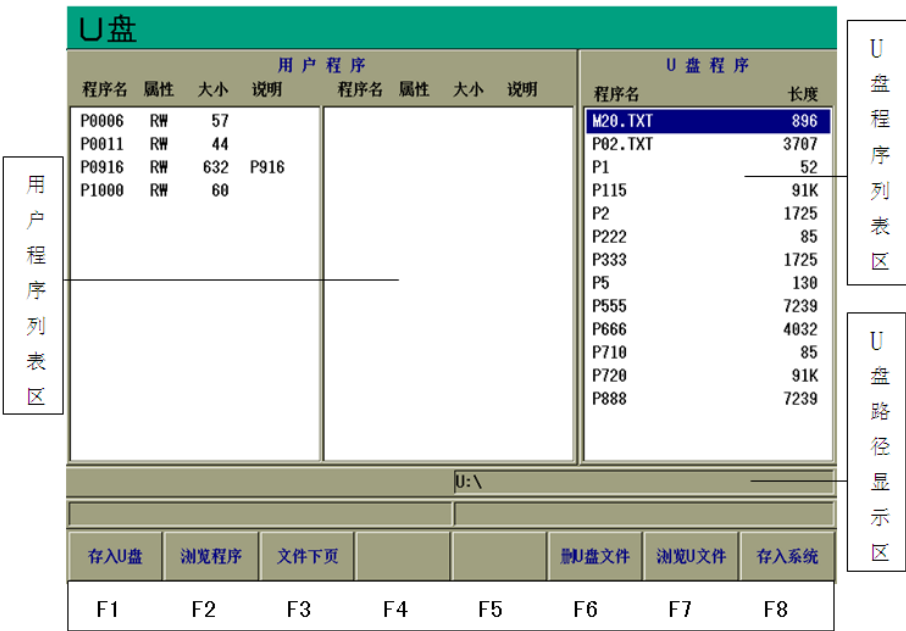

图 3.5 U 盘管理
- (1)打开 U 盘防护盖，插入 U 盘；
- (2)按【U 盘】键，进入 U 盘管理界面；如图 3.5 所示：